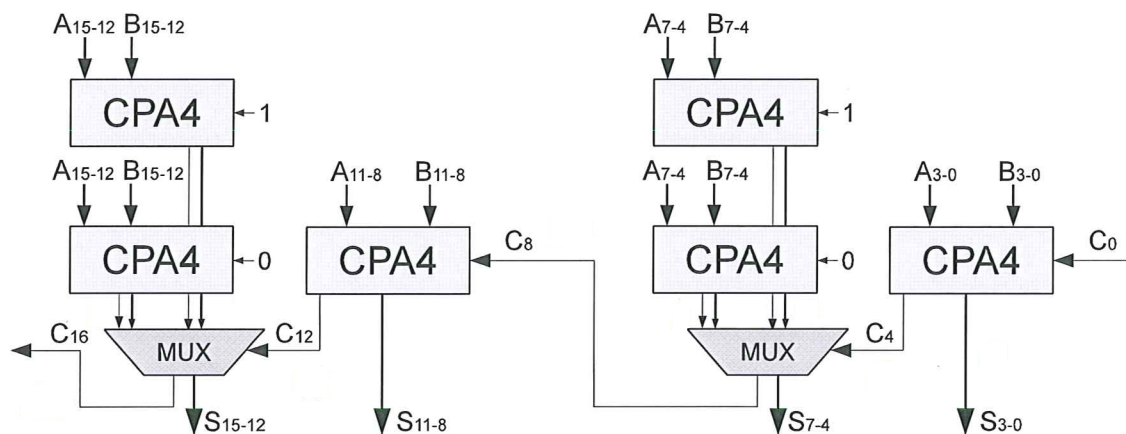

Figura 3
4. (1,5 puntos) El circuito de la figura 3 es un sumador de enteros de 16 bits que pretende reducir el tiempo de respuesta respecto al sumador con propagación de acarreo (CPA) clásico. Se trata de dos sumadores con selección de acarreo (Carry Select Adder, CSA) conectados en serie a través del acarreo de peso 8. Un CSA se encarga de la suma de los 8 bits de menor peso y otro de los 8 bits de mayor peso.